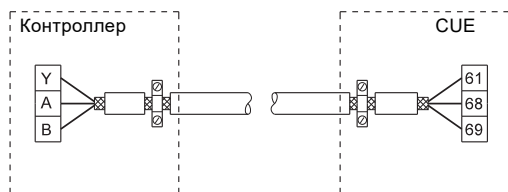
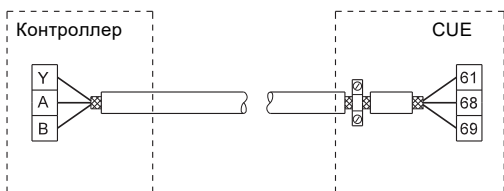

Рис. 155 Пример подключения 3-проводного экранированного кабеля шины данных с подключением экрана с обеих сторон
Рис. 156 Пример подключения 3-проводного экранированного кабеля, подсоединённого к преобразователю частоты CUE (контроллер без кабельных зажимов)
- Подключайте экран как силового кабеля питания электродвигателя, так и сигнальных кабелей. См. рис. 155. Если на контроллере отсутствует скоба, подключайте экран только к CUE. См. рис. 156.